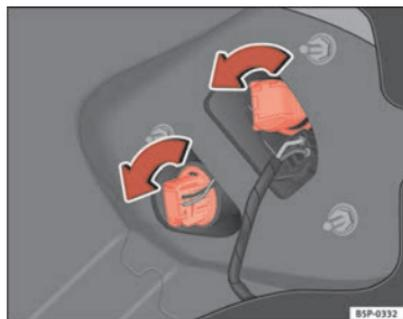

Fig. 195 Luzes na carroçaria
- Rodar o porta-lâmpadas para a esquerda ⇒ fig. 195.